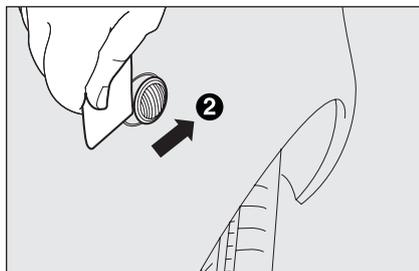

fig. 23b
- successivamente fare leva in direzione opposta agendo dalla parte posteriore (**2** – fig. 23b) ed estrarre il gruppo **B**;